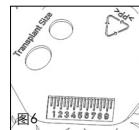

图6
■ **fig. 1b/6** řaboanele imprimate pe partea din spate a discului separator (fig. 1b) arată mărimea minimă a gărefei pentru căptușirea timpanului (fig. 6).
■ **fig. 6** Scala milimetrică servește măsurătorilor de comparație generale, care pot fi de ajutor în timpul operațiilor pe urechea medie. În principiu partea din spate poate fi utilizată și ca loc de depozitare sau câmp de preparare pentru diverse proceduri, cum ar fi de ex. prepararea grefei sau depozitarea intermediară.
■ 图 1b/6 在测定盘背面上添加的模板(图 1b)显示的是用作鼓膜衬垫的植入物最小尺寸(图 6)。椭圆形：用于椭圆形假体头片
■ 图 6 在中耳手术中，毫米刻度可辅助普通的比对测量。测定盘的背面也完全可用作放置板或者各种操作的制备区，如进行移植植物加工或暂时存放物件等。